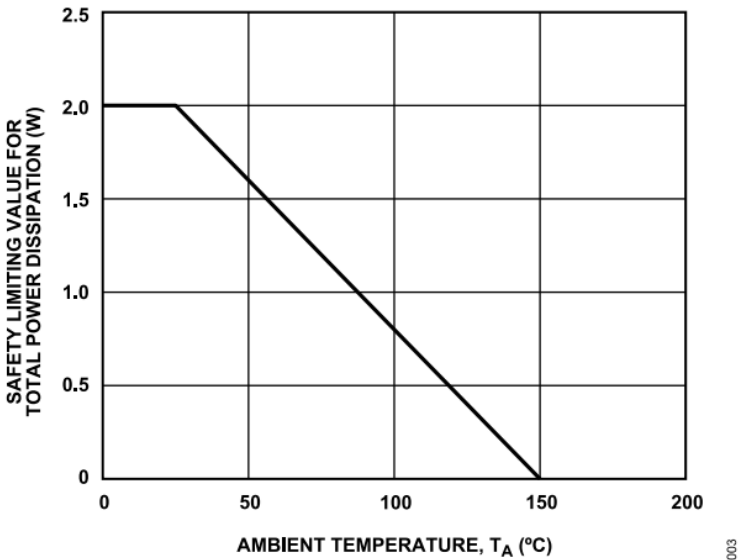

図 3. 熱ディレーティング曲線、DIN V VDE V 0884-11による安全限界電力の周囲温度への依存性
Safety Limiting Values	故障時の最大許容値 (図3を参照)
- 2 様々な温度に対する最大消費電力値については、図3を参照してください。